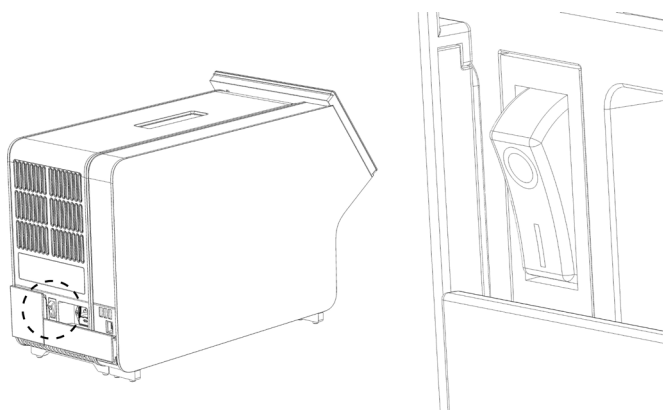

図 21. 電源スイッチの場所を探し、「I」の位置に設定。
10. 解析モジュールの背面の電源スイッチを「I」の位置に押して、本機器の電源をオンにします (図 21)。分析モジュールと操作モジュールのステータスインジケータがブルーであることを確認します。